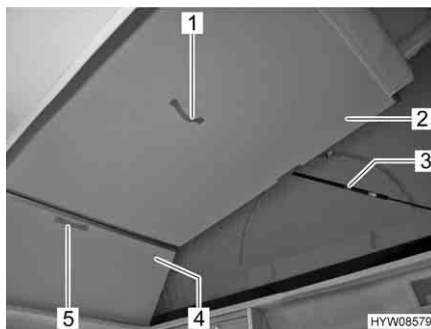

Fig. 26 Superficie utile ribaltabile
- Spingere verso l'alto la parte anteriore della superficie utile (Fig. 26,2) dalla maniglia (Fig. 26,1).
- Spingere verso l'alto la parte posteriore della superficie utile (Fig. 26,4) dalla maniglia (Fig. 26,5). La superficie utile viene mantenuta nella posizione superiore da molle a gas (Fig. 26,3).
- Se la superficie utile ribaltabile è ribaltata verso l'alto: Tirare verso il basso prima la parte posteriore della superficie utile (Fig. 26,4) dalla maniglia (Fig. 26,5), quindi tirare sempre verso il basso la parte anteriore della superficie utile (Fig. 26,2) dalla maniglia (Fig. 26,1).